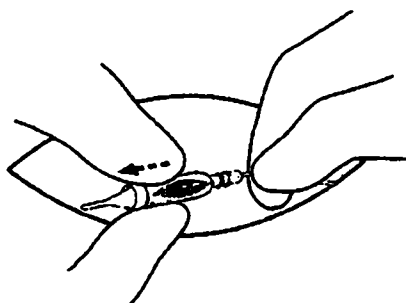

Figura 7. Retire el electrodo del extremo con tornillos de la extensión.
7. Establezca el electrodo y retirelo con cuidado del extremo con tornillos de la extensión (Figura 7).